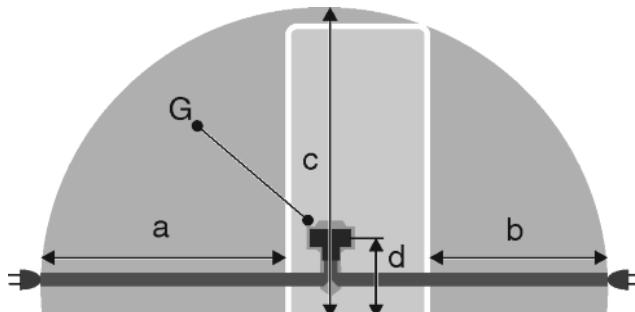

Fig. 19
- Розетка находится вне зоны задней стенки в данной зоне. Fig. 19 (a, b, c)
- Штекер устройства Fig. 19 (G) подсоединить с задней стороны устройства. Следить за правильной фиксацией.